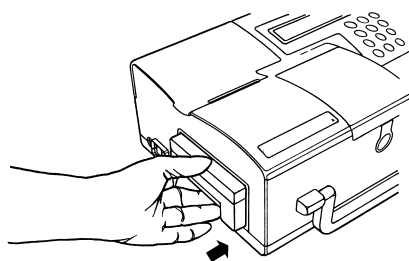

Fig. 2-2 Habitáculo de la batería
- Introduzca y empuje la batería en la abertura del lado izquierdo del OPTI CCA (Fig. 2-2).